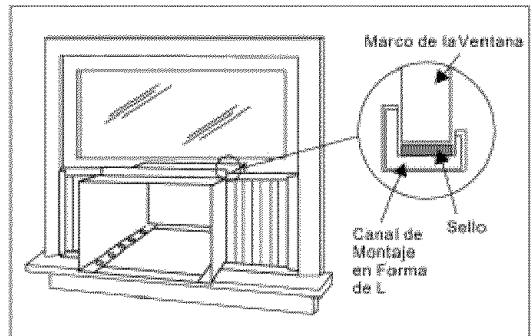

Fig. 11
B. Asegúrese de que el canal de montaje en forma de L esté delante del marco. El canal en forma de U de la parte inferior del gabinete de berá quedar en el riel del soporte ensamblado. Baje la ventana hasta que apoye justo detrás de la parte delantera del canal de montaje en forma de L. Vea la (Fig. 11).